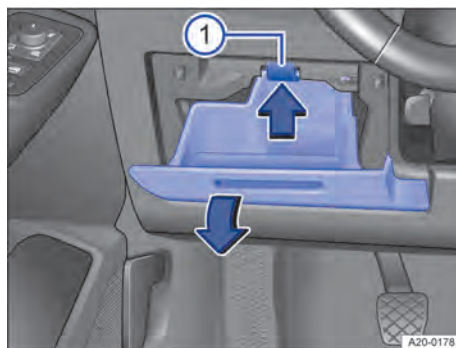

Abb. 198 Abdeckung des Sicherungskastens in der Instrumententafel: Linkslenker, links neben dem Lenkrad.
1. Ablagefach öffnen und ggf. leeren → Abb. 198.
2. Rastnase in Pfeilrichtung nach oben drücken und gleichzeitig Ablagefach weiter öffnen und in Pfeilrichtung entnehmen, bis der Sicherungsträger zugänglich ist → Abb. 198 ①.